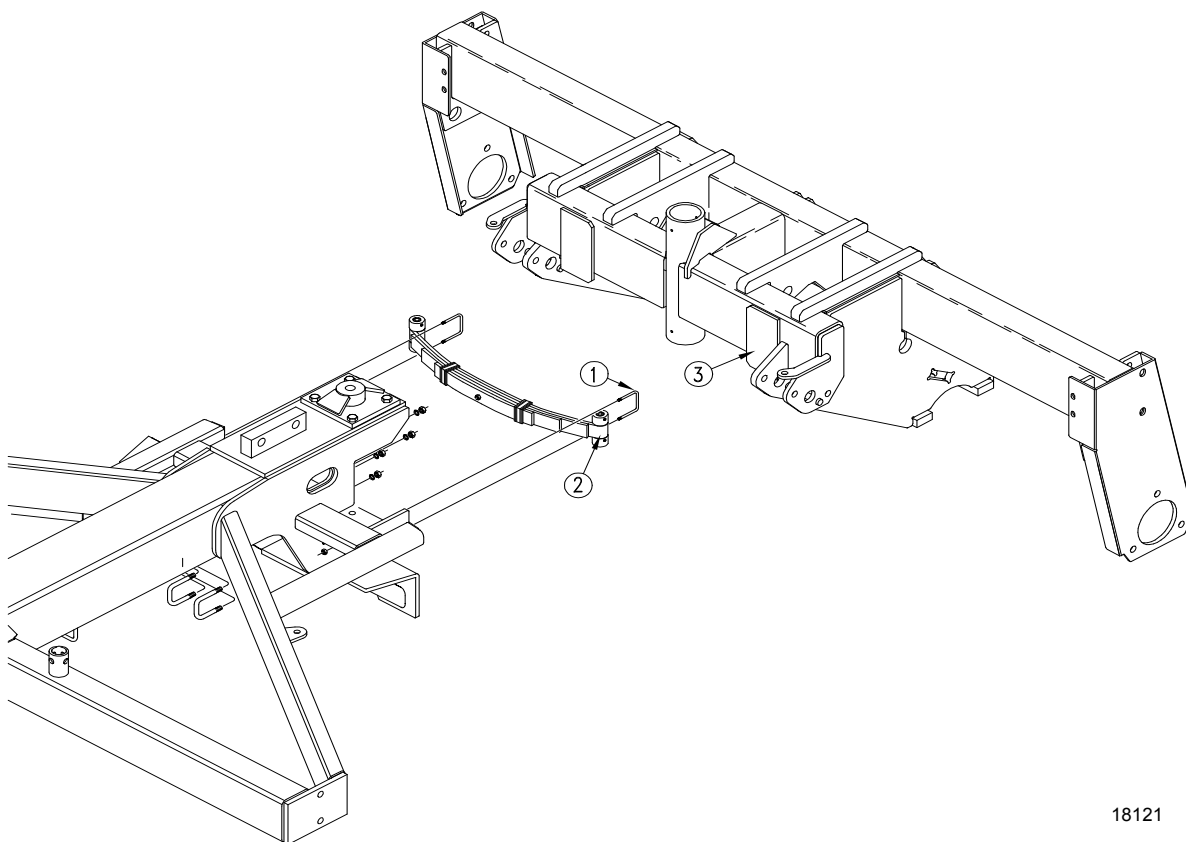

Рисунок 3-22
Рессора расположена прямо перед вертикальным шарниром. См. Рисунок 3-22. Рессора обеспечивает достаточное усилие для поддержания сцепного устройства в ровном и устойчивом положении при разворотах в конце поля и для придания дополнительной устойчивости при работе в жестких полевых условиях. Для плавной работы сцепного устройства необходимо правильно отрегулировать рессору.
См. Рисунок 3-22. Выверните дышло по отношению к транспортной раме и отрегулируйте 3/8-дюймовые (0,9 см) U-образные болты (1) с каждой стороны так, чтобы ролики рессоры (2) слегка касались башмаков для роликов (3) на транспортной раме. Убедитесь, что и правая, и левая сторона отрегулированы правильно.